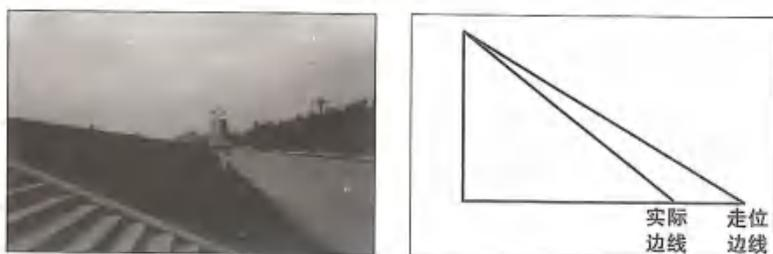

图4-12 测量中卡边线和不卡边线的差异
(2) 在测量斜坡边线走位的时候, 不卡边线, 导致放坡量增大, 最大三角形为不卡边线走位, 进而增大放坡量, 如图4-12所示。